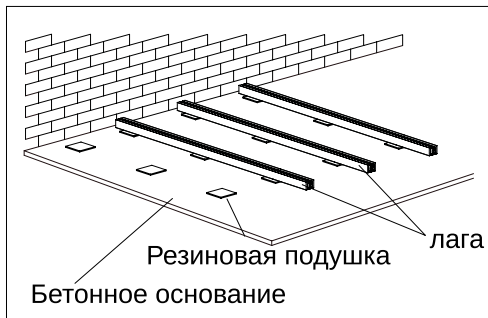

Рис. 1
- На сплошную и ровную бетонную стяжку с предварительной укладкой резиновой подушки 100x100x5 мм (рис. 1).